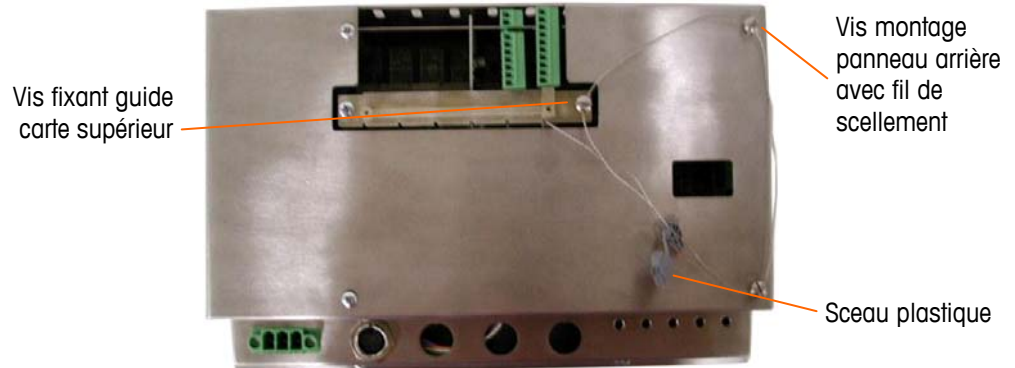

Figure 2-88 : Sceau à 3 points, capot arrière de l'enceinte
4. En dernier lieu, le panneau arrière de l'enceinte est scellé à l'aide de deux vis standard et les trois vis d'apposition du sceau indiquées sur la Figure 2-88 – deux pour fixer le panneau sur ses montants et un pour fixer une extrémité du guide supérieur de la carte.